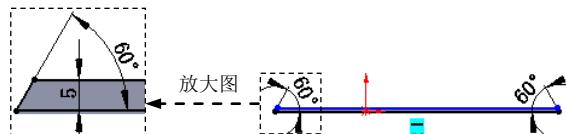

图 17.10.55 横断面草图
(4) 单击 按钮，完成边线一法兰 2 的初步创建。
(5) 编辑边线一法兰 2 的草图。在设计树的 **边线-法兰1** 上右击，在系统弹出的快捷菜单中单击 命令，系统进入草图环境。绘制图 17.10.55 所示的横断面草图。退出草图环境，此时系统完成边线一法兰 2 的创建。